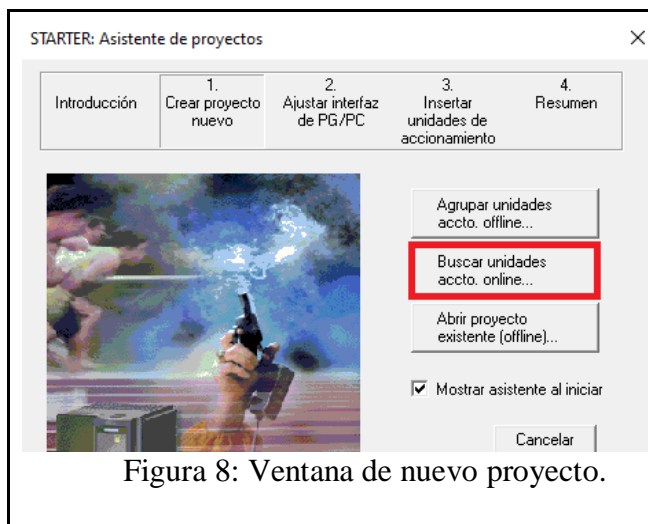

Figura 8: Ventana de nuevo proyecto.
- 4) Para crear un nuevo proyecto, en la ventana “Asistente de proyectos” se debe hacer clic en la opción **“Buscar unidades accio. online”** (ver Figura 8).